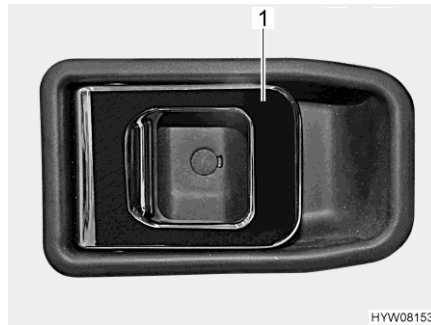

Bild 34 Dörrlås (förardörr/bodelsdörr, insida)
- Öppna:** ■ Drag i handtaget (Bild 34,1). Dörrlåset låses upp respektive öppnas.
- Låsa:** ■ Tryck ned handtaget (Bild 34,1). Dörrlåset låses.